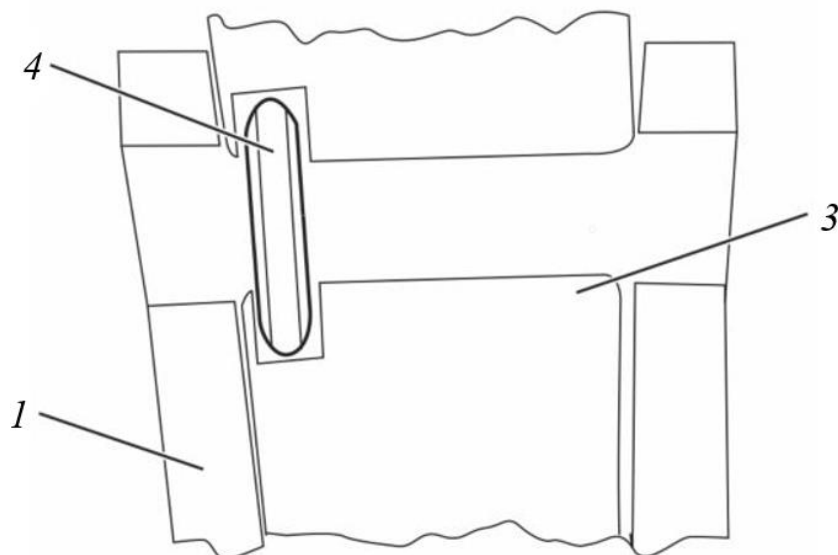

Рисунок 3.146. Установка кольца
- Вложить стопорное кольцо 4 в нож зуба 3, рис. 3.146.
- Надеть коронку зуба 1 на нож зуба 3, рис. 3.146.